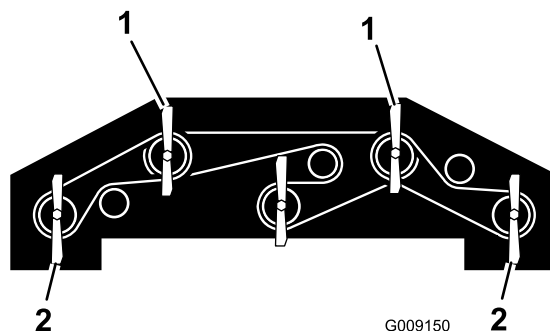

Figura 133
1. Rode cada lâmina para que aponte a direito para a frente (Figura 133).